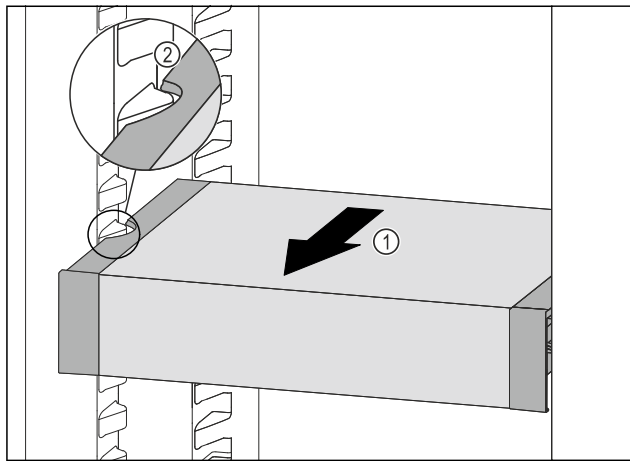

Fig. 126
- ▶ Потягнути VarioSafe вперед Fig. 126 (1), поки бокові заглиблення VarioSafe не опиняться на рівні ребра для ємності в охолоджувальному відділенні. Fig. 126 (2)